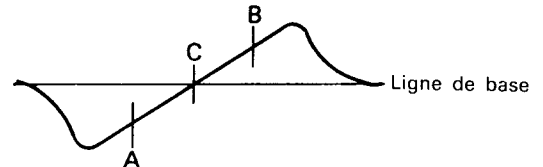

Fig. 13
- Utiliser le noyau de T202 pour former la courbe-S indiquée sur la Fig. 13. Régler la symétrie de A et B au niveau du point C pour la linéarité.